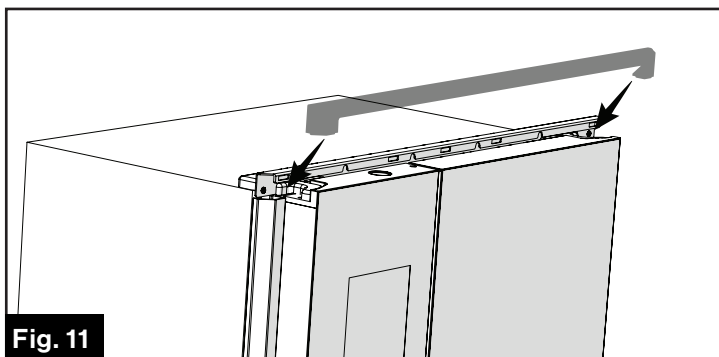
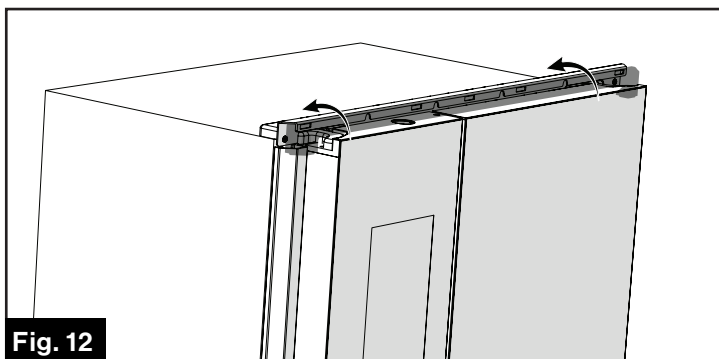
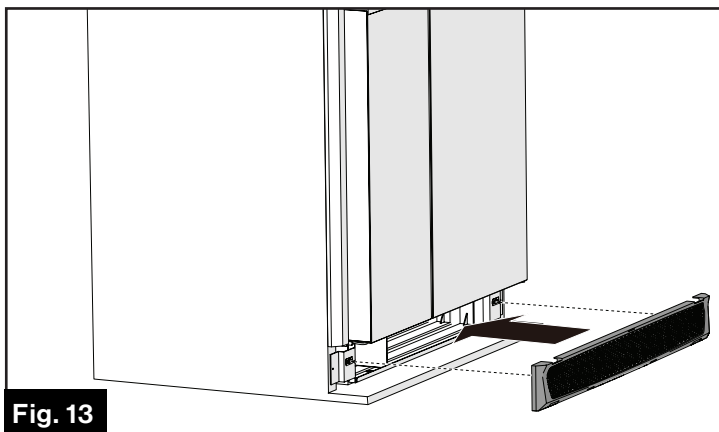

Fig. 11
Fig. 12
Fig. 13
8. Vuelva a colocar los respiraderos superior e inferior al refrigerador. Asegúrese de que las lengüetas de liberación en la parte posterior de cada una estén completamente insertadas en las ranuras. (Fig. 11 Fig. 12 y Fig. 13)